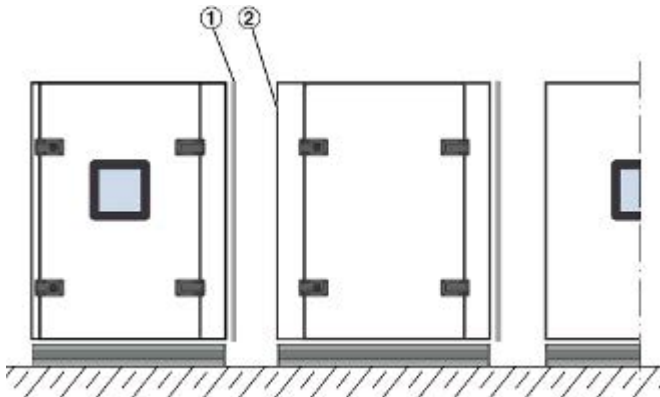

Fig. 10: Juntas en los módulos de la UTA
1. ▶ En el lugar de instalación: Mueva el módulo lo más próximo posible, según la secuencia de montaje correcta, Fig. 10 . Asegúrese de que todas las conexiones (por ejemplo, de agua) están en el lado correcto.
3. ▶ Cada módulo está equipado con juntas perimetrales (Fig. 10 /1). Tenga en cuenta que sólo uno de los dos módulos que se van a unir tiene junta (Fig. 10 /2).